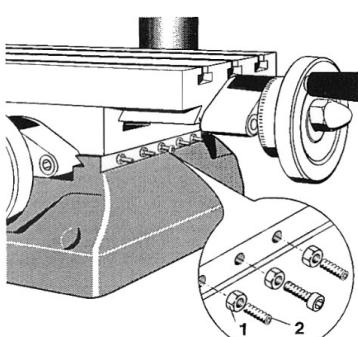

Fig. 7
- Kontermuttern 1 (Fig. 7 und 8) der Einstellschrauben 2 lösen, alle Einstellschrauben gleichmäßig hineindrehen, bis das Spiel beseitigt ist und Kontermutter wieder anziehen.
- Desserrer les contre-écrous 1 (fig. 7 et 8) et visser uniformément les vis de réglage (2) jusqu'à ce que le jeu soit rattrapé. Resserer les contre-écrous.
- Allentare i controdadi 1 (fig. 7 e 8) delle viti di regolazione (2), avvitare tutte le viti in modo uniforme finché il gioco è eliminato. Serrare nuovamente i controdadi.